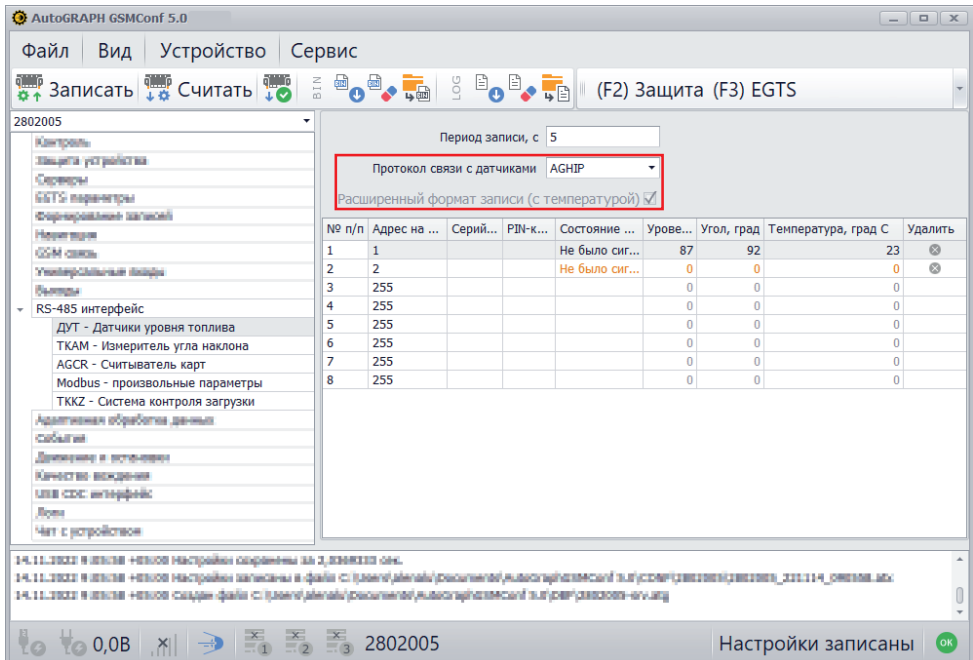

Рис.4. Настройка протокола AGNIP в АвтоГРАФ GSMConf 5.0.
- Перейдите на вкладку **«ДУТ - Датчик угла наклона»** и установите протокол связи с датчиками - AGHIP (**Рис.4**). При включении данного протокола автоматически включается опция «Расширенный формат записи», т.к. дополнительная информация, передаваемая в протоколе AGHIP, требует увеличения разрядности данных.